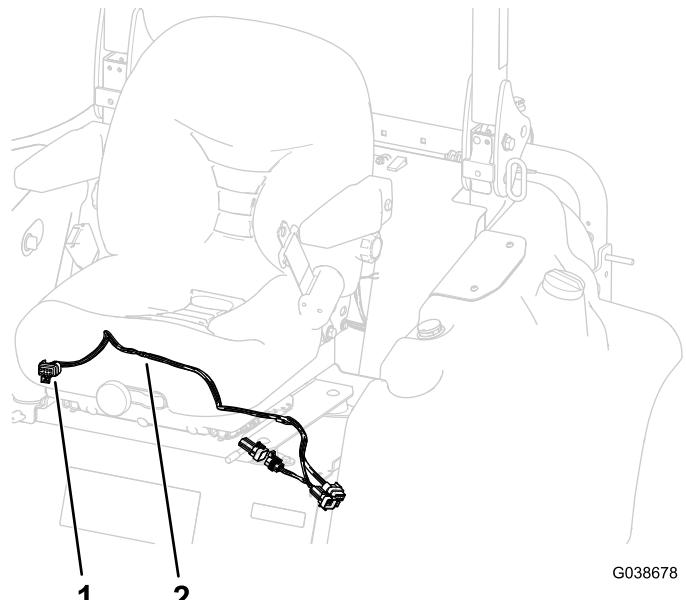

图2
2. 沿座椅底板下的现有座椅线束铺设操纵杆线束并穿过座椅下方的孔 图2。
4. 将线束铺设在座椅安装支架与座椅底板之间且在座椅底板上右后橡胶隔振器的下方 图2。